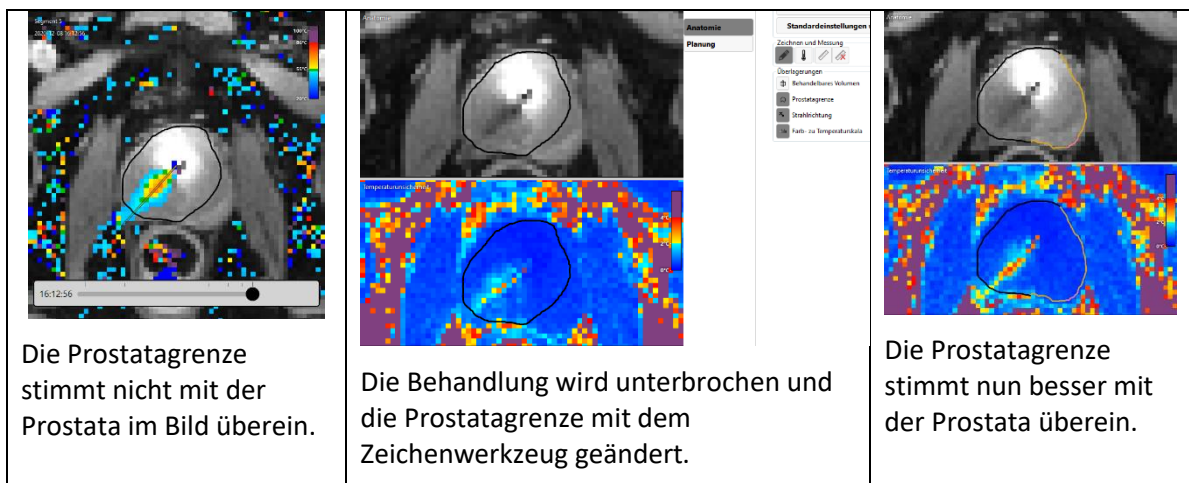

Abbildung 85 Bearbeiten der Prostatagrenze
3. Klicken Sie auf das Zeichenwerkzeug. In der TDC wird ein neues Feld mit der Kontur der Prostatagrenze und der Temperaturunsicherheit für die ausgewählte Schicht angezeigt (*Abbildung 85*).